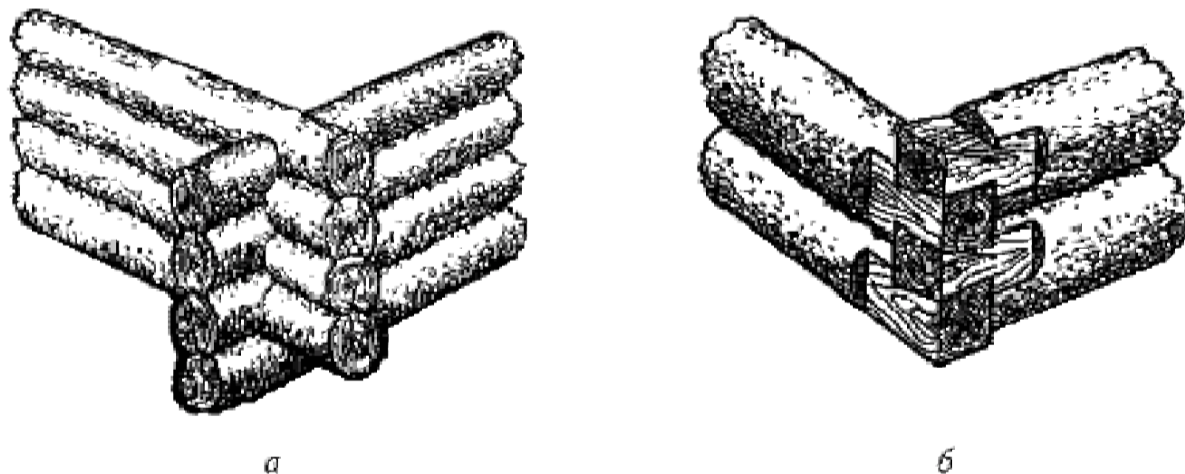

Рис. 1
- ◆ «в чашку» (рис. 1, а);
- ◆ «в лапу» (рис. 1, б).